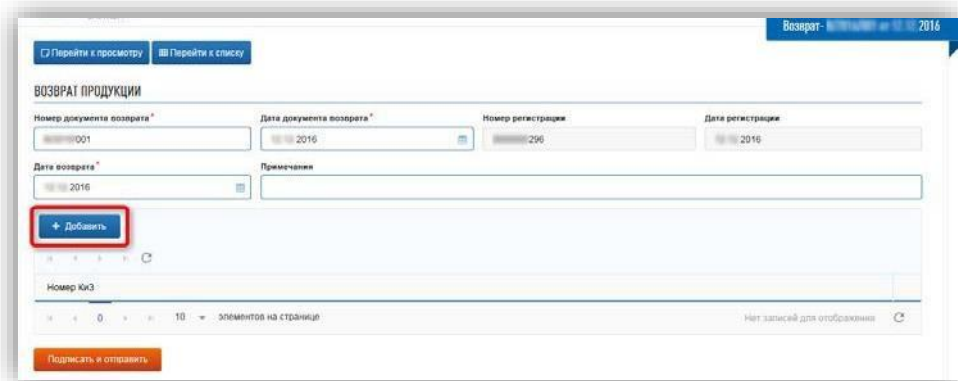

Рисунок 125 – Добавление продукции
- Для добавления возвращаемой продукции нажмите кнопку «Добавить» (рис. 125).